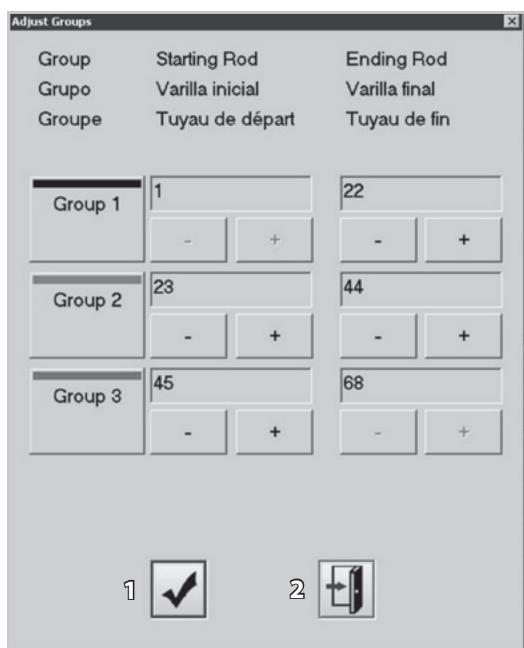

Figura 55
1. En la pantalla principal (Sección 3.3), haga clic en Adjust Group (Ajustar grupo) para abrir la pantalla Adjust Group (Ajustar grupo) (figura 55).